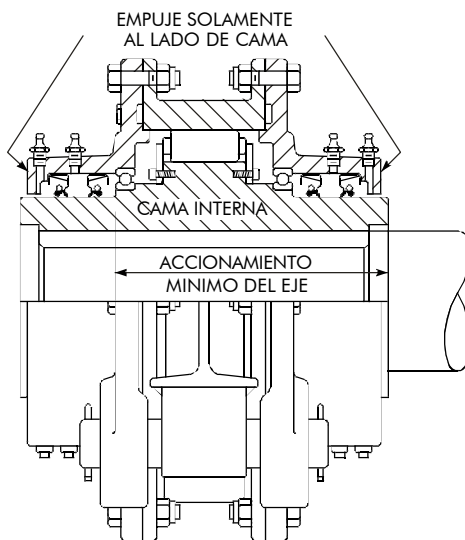

Figura 7
4. Refiérase a la Figura 7. Levante el freno de contravuelta y deslícelo en la flecha. Aplique fuerza axial únicamente en la maza del freno de contravuelta. El freno de contravuelta debe estar colocado de manera que cumpla los requerimientos mínimos de ajuste, los cuales varían con el tamaño del freno de contravuelta y el tamaño del barreno. El ajuste mínimo requerido está determinado por la distancia MAS GRANDE de:
1. Levante el brazo de par como se muestra en la Figura 7 y ensámblelo al freno de contravuelta con el perno del brazo de par y las chavetas que se surten con el freno de contravuelta. Asegure las chavetas.